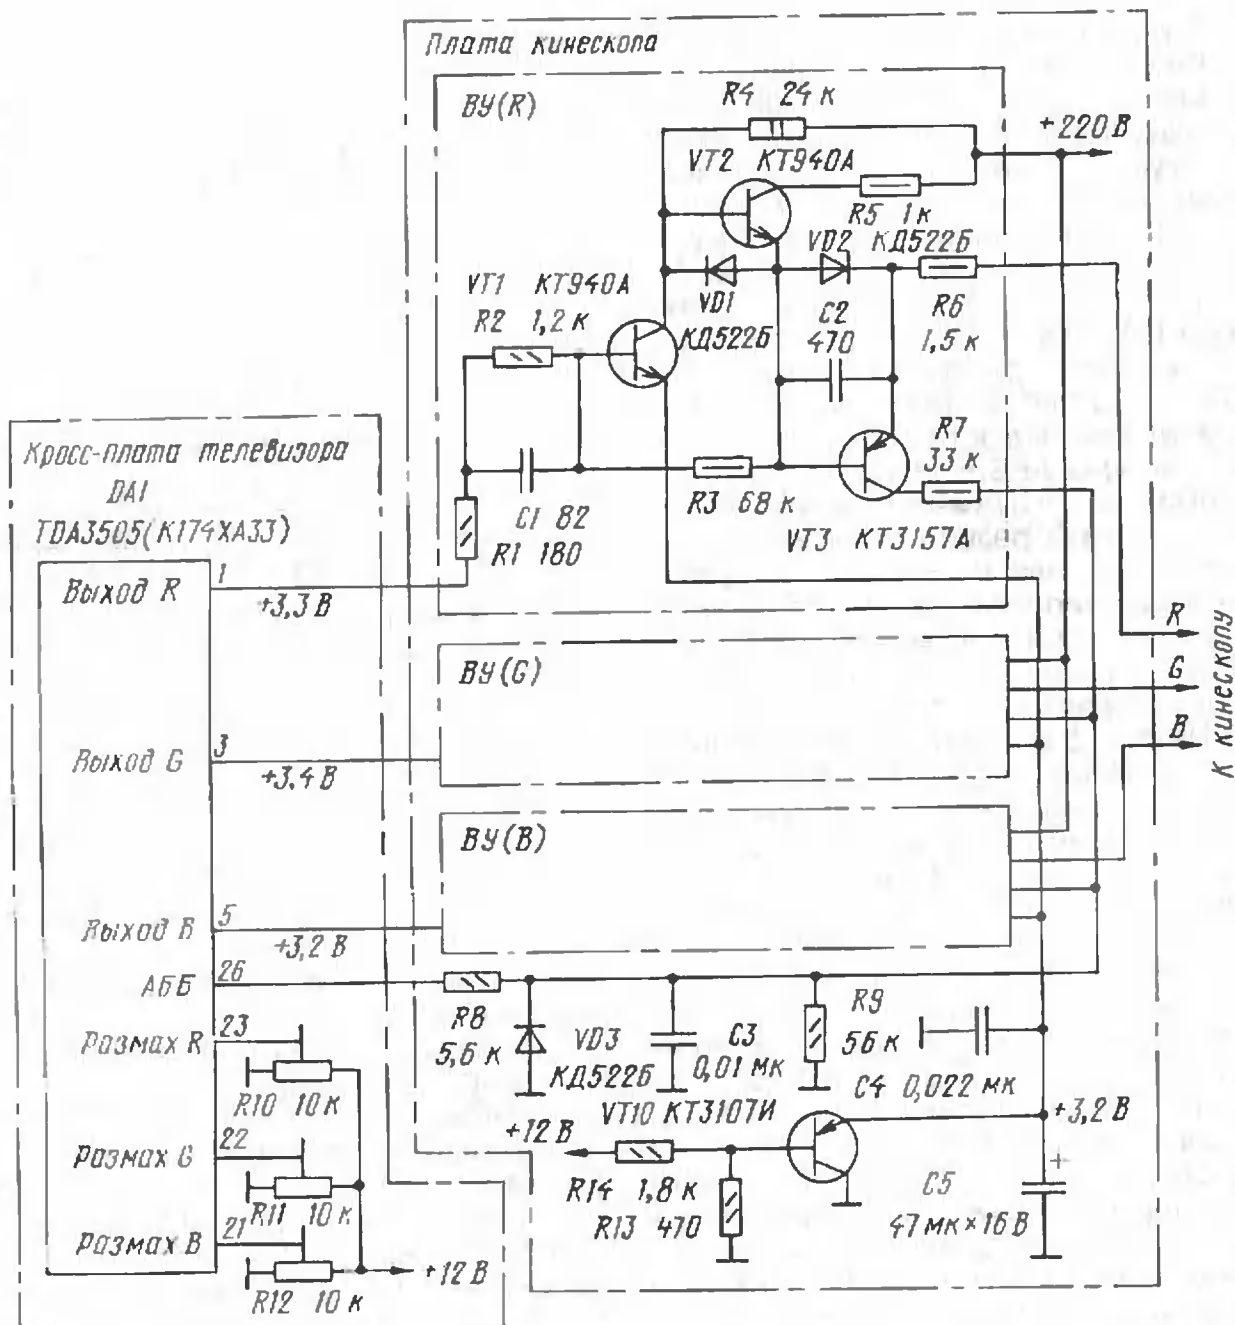

Рис. 8
На рис. 8 изображена принципиальная схема ВУ телевизора ЭЛЕКТРОН—ТК550. С незначительными изменениями такие ВУ применены в аппаратах ЭЛЕКТРОН—ТЦ503, ОРИЗОН—ТЦ507, РУБИН—ТЦ402/5143, ГОРИЗОНТ—СТV501/525/601. Эти ВУ рассмотрены в [6]. По построению коллекторных цепей транзисторов, цепей ООС и подачи образцового напряжения они не отличаются от ВУ с ручной регулировкой баланса белого. Основное отличие — это наличие датчиков системы АББ. В ВУ(R) датчиком служат транзистор VT3 и измерительный резистор R7. Номиналы измерительных резисторов в каждом ВУ выбирают так, чтобы соотношение токов трех лучей кинескопа при передаче измерительных импульсов обеспечивало ББЧ. Методика их расчета имеется в [1]. Цепь